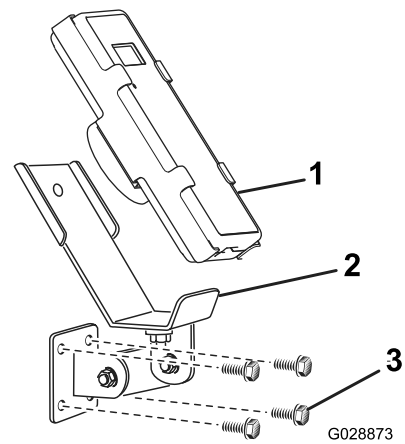
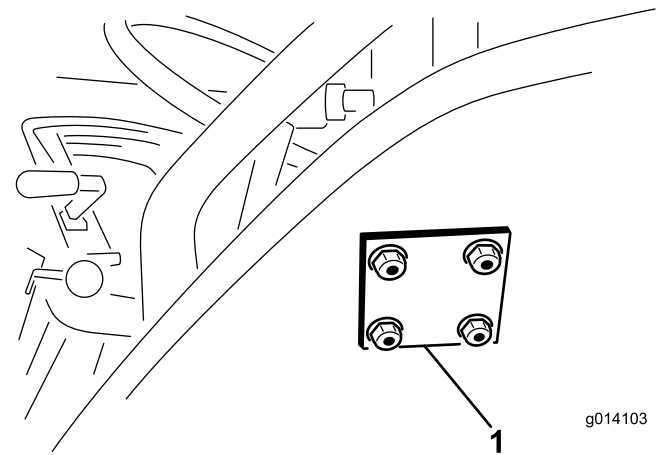

Figure 10
Figure 11
- Fixez le support et la plaque d'appui avec 4 boulons à embase (5/16" x 1½") et contre-écrous à embase (Figure 10 et Figure 11).